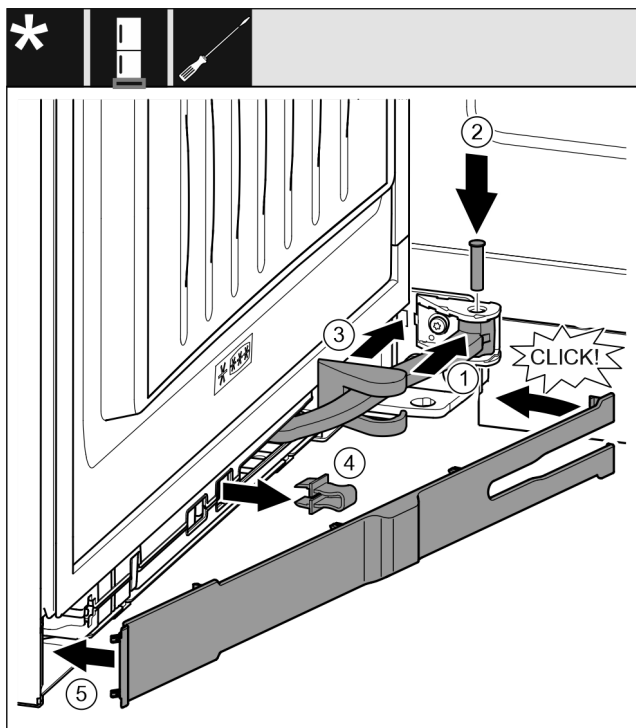

Fig. 47
- ▶ Okrenite zglob u ovjesu. Fig. 47 (1)
- ▶ Pomoću odvijača T15 stavite svornjak u ovjes i zglob. Pritom pazite da ispuščenje za blokiranje ispravno dosjedne u utor. Fig. 47 (2)
- ▶ Pomaknite pokrov podloška ležaja uzduž zgloba i montirajte ga iznad ovjesa. Fig. 47 (3)
- ▶ Skinite osigurač. Fig. 47 (4)
- ▶ Postavite masku na strani prijanjanja i zakrenite ju prema unutra. Fig. 47 (5)